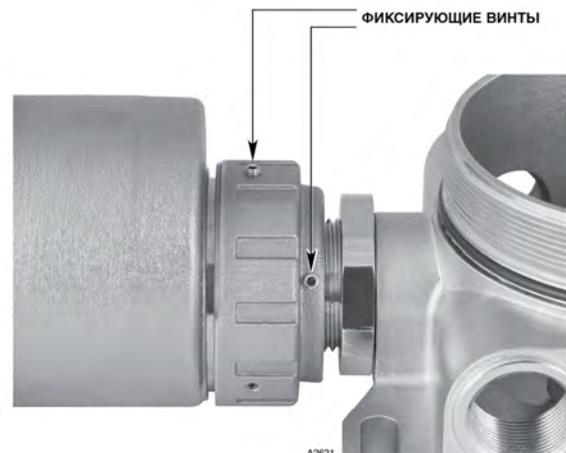

Рис. 11. Расположение фиксирующих винтов на соединительном кольце переходного узла.
*В кольце контактного узла имеется шесть отверстий под регулировочные винты, по три отверстия сверху и снизу. Установите не менее чем по одному стопорному винту с каждой стороны, см.рис. 11.*